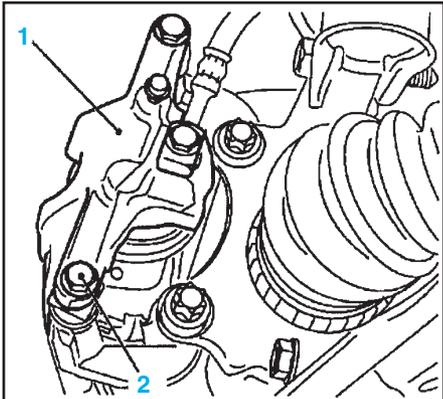

Fig.Fr.1
- la vis de fixation (2) et rabattre l'étrier (1) vers le haut, déposer les plaquettes de frein (4) et enfoncer le piston (3) de l'étrier (Fig.Fr.1).